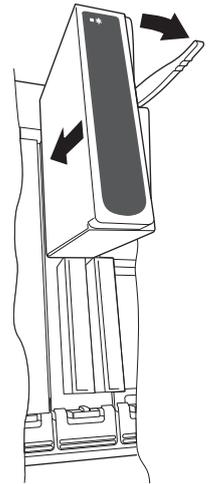

Figure 2.2.3b Installation du module ES
1. Tirez le levier de retenue du module vers l'avant et mettez-le en position déverrouillé comme le montre la figure 2.2.3b.